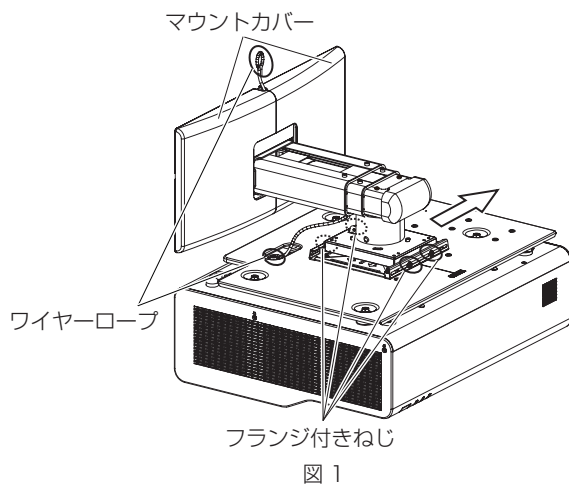

図 1
- 5) プロジェクターが取り付けられた状態で、取付用ベース金具セットを右方向へスライドさせて、壁掛取付金具本体から取り外す (図 1)